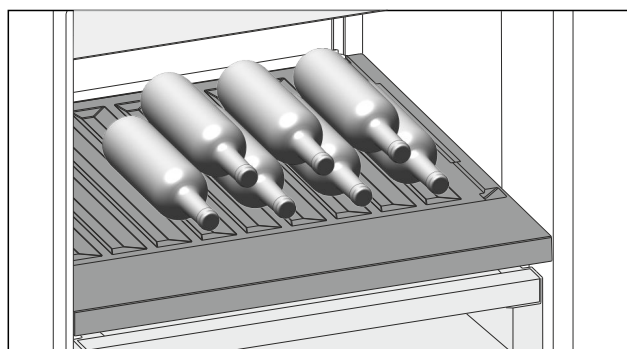

Fig. 148 Vejledende illustration
- ▶ Indlæg flasker med bunden først, ind mod bagvæggen. (se Fig. 148)